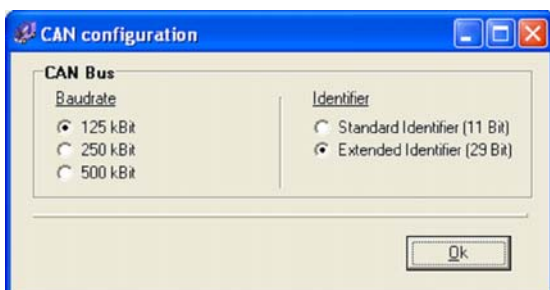

Fig. 5 Dialoog voor de CAN-configuratie
- Klik op de knop, om de dialoog voor de CAN-configuratie (zie afb. 5) te openen.